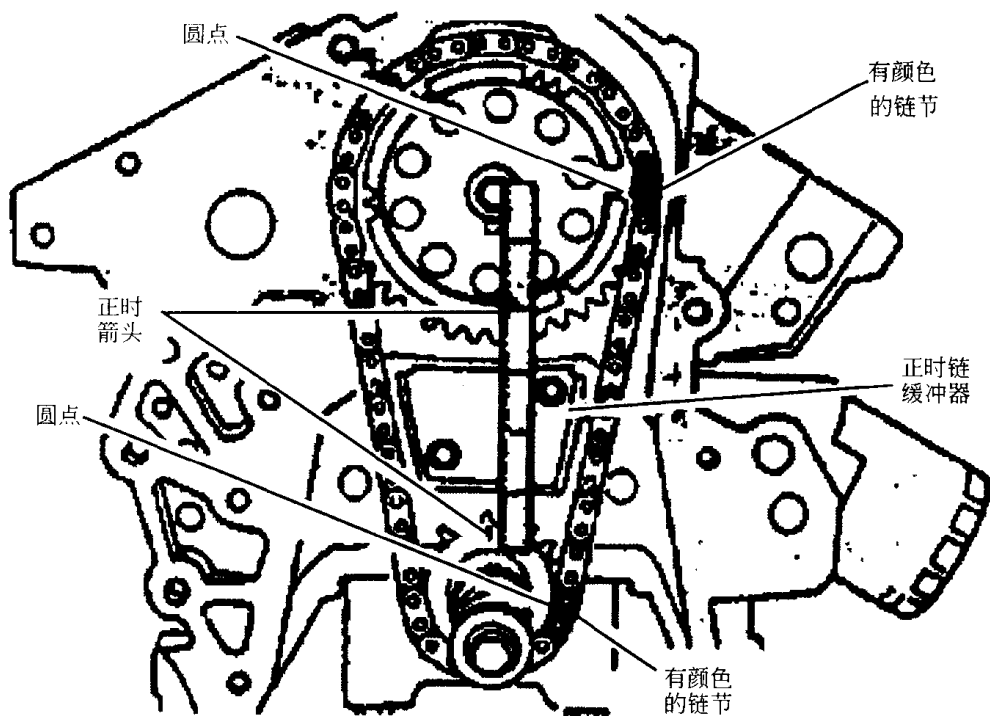

图 1-7
4. 为拆下正时链,转动曲轴以对准正时箭头。拆下凸轮轴链轮固定螺栓,垫圈,凸轮轴链轮,正时链和曲轴链轮。见图 1-7。
2. 在凸轮轴链轮上安装正时链,使正时链上有颜色标记的链节与凸轮轴链轮上的圆点对准,见图 1-7,将凸轮轴链轮置于正时箭头 6 点钟位置。